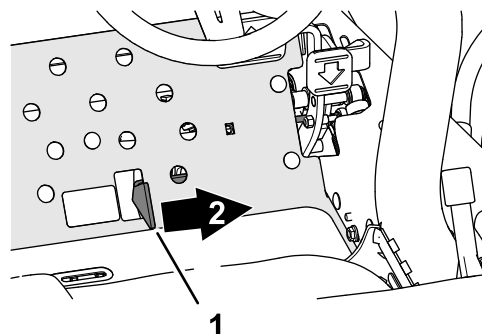

Figura 37
- Premete l'interruttore di azionamento degli apparati di taglio in posizione di INNESTO (Figura 37).
- Spingete la leva Abbassa-Tosa/Alza in avanti (Figura 37) per abbassare e far ruotare gli apparati di taglio (gli apparati di taglio anteriori sono programmati per abbassarsi prima degli apparati di taglio posteriori).